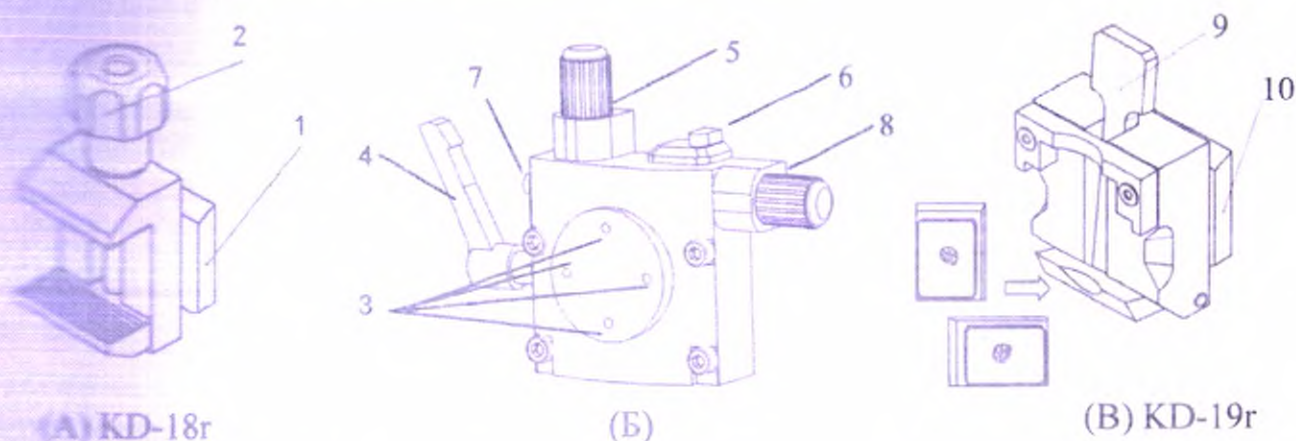

Рисунок 3. Установка зажимов исследуемых образцов
| Рисунок 3, (А)  | Зажим образцов стандартный KD-18r                             |
| Рисунок 3, (Б)  | Держатель зажима образцов                                     |
| Рисунок 3, (В)  | Зажим образцов кассетный универсальный KD-19r                 |
| Рисунок 3, (1)  | Пластина крепления зажима образцов стандартного KD-18r        |
| Рисунок 3, (2)  | Винт зажима образцов стандартного KD-18r                      |
| Рисунок 3, (3)  | Отверстия для винтов для установки зажима образцов            |
| Рисунок 3, (4)  | Ручка фиксации Зажима образцов на микротоме                   |
| Рисунок 3, (5)  | Винт регулировки положения «вперед/назад» зажима для образцов |
| Рисунок 3, (6)  | Индикатор наклона держателя «вправо/влево»                    |
| Рисунок 3, (7)  | Индикатор наклона держателя «вперед/назад»                    |
| Рисунок 3, (8)  | Винт регулировки положения «вправо/влево» зажима для образцов |
| Рисунок 3, (9)  | Рукоятка Зажима образцов универсального KD-19r                |
| Рисунок 3, (10) | Пластина крепления зажима образцов универсального KD-19r      |
- На стандартном зажиме образца KD-18r (Рисунок 3, (А)) расположена пластина крепления. Зафиксируйте ручку (Рисунок 3, (4)) на держателе зажима образцов (Рисунок 3, (Б)), выровняйте отверстия для винтов на пластине крепления (Рисунок 3, (1)) с отверстиями (Рисунок 3, (3)), затем зафиксируйте винты.
- Освободите ручку зажима образца (Рисунок 3, (4)) и поверните винт регулировки (Рисунок 3, (5)). Когда индикатор наклона держателя «вперед/назад» (Рисунок 3, (7)) находится в самом высоком положении, образец находится в вертикальном положении. Поверните винт регулировки (Рисунок 3, (5)) в направлении против часовой стрелки или по часовой стрелке, чтобы точно отрегулировать положение образца по вертикали. Используйте винт регулировки (Рисунок 3, (8)), чтобы перемещать образец влево и вправо: когда индикатор наклона держателя «вперед/назад» (Рисунок 3, (6)) находится в самом верхнем положении, образец находится в горизонтальном медианном положении; вращение по или против часовой стрелки позволяет окончательно настроить положение образца по горизонтали.
**Внимание:** во время регулировки, винты регулировки положения зажима образца (Рисунок 3, (8)) должны поворачиваться только в пределах своего диапазона вращения. Не прилагайте чрезмерное усилие при повороте этих винтов.
• Регулировочным винтом (Рисунок 3, (5)) можно выполнить регулировку положения образца вперед/назад, а винтом (Рисунок 3, (8)) положение вправо/влево. При такой настройке положения, фиксирующая рукоятка (Рисунок 3, (4)) должна быть зафиксирована.
- расслабьте ручку на держателе зажима (Рисунок 3, (4)),
- ослабьте винты, фиксирующие зажим на держателе зажима образцов (расположение винтов показано на Рисунке 5, (3)),